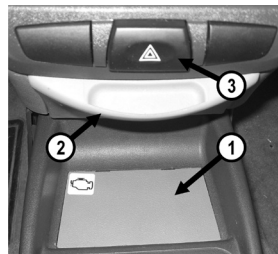

рис.2 Место установки БК
3.1.1 Установка БК производится вместо заглушки тоннеля пола. Извлеките заглушку тоннеля пола (поз.1, Рис.2). Отверните два винта крепления колодки предохранителей и уложите саму колодку предохранителей между двумя воздуховодами тоннеля пола. Отверните 4 винта крепления крышки (поз.2, Рис.2) пепельницы передней и снимите её для доступа к колодке выключателя аварийной сигнализации.
3.1.2 Отсоедините колодку выключателя (поз.3, Рис.2) аварийной сигнализации: